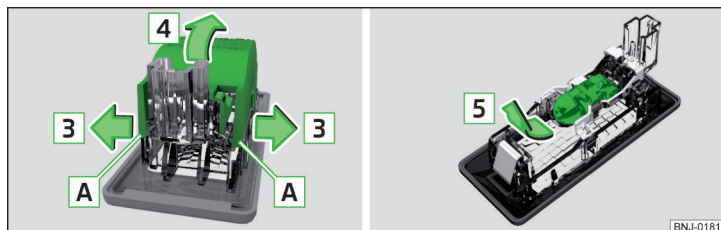

Fig. 217 Rimozione calotta di copertura / sostituzione lampadina
- Allentare la calotta di copertura della luce nell'area **A** e nella direzione della freccia **3** » fig. 217.